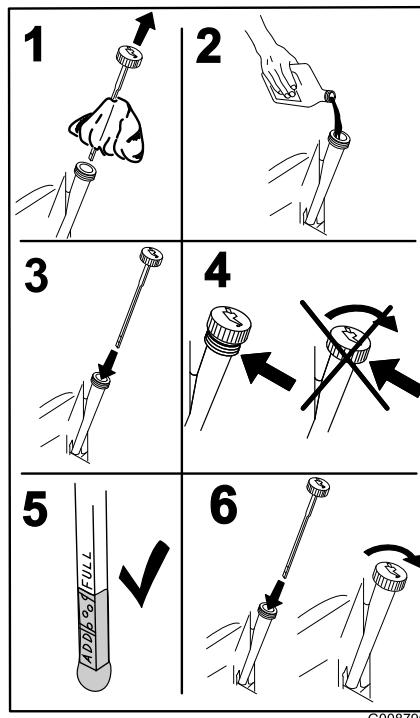

Figura 40
5. Vierta lentamente un 80% aproximadamente del aceite especificado por el tubo de llenado, luego añada lentamente el resto del aceite hasta que llegue a la marca **Full** (Figura 40).